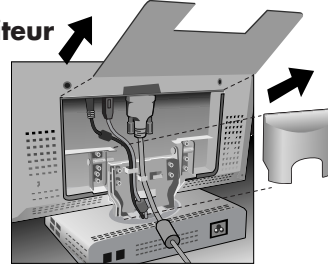

Figure AC.1
1. Retirez le couvercle arrière et le couvercle du câble (**Figure AC.1**).